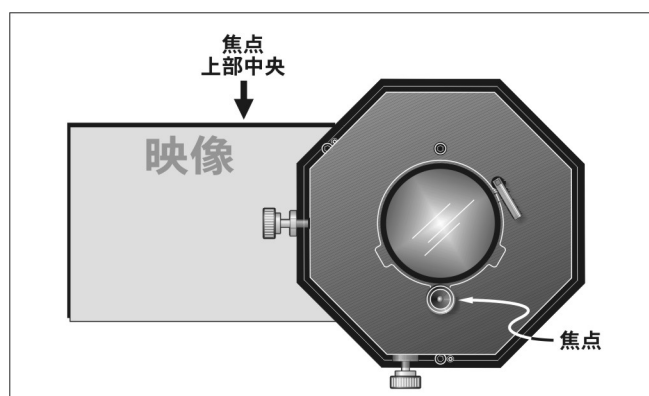

図 2-42 上下照準の調整
7. 左右の照準が完了したら、映像のピントをスクリーンの上端に合わせます (図 2-42)。上端のピントは合っているものの下部はぼやけたままの場合は、手順 2 を再び参照してください。スクリーン下部に紙を置き、映像下部のピントがスクリーンの前部または背後のどちらに合っているのかを判断してください。下部のピントが合っている場合は、手順 11 に進んでください。